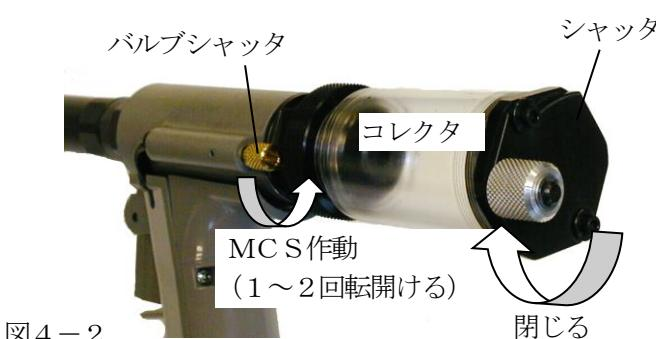

図4-2
(3) シャッタが閉じているか確認してください。開いている場合はシャッタを右に回して、閉じてください。(図4-2)
(4) バルブシャッタを左に1~2回転回して開き、MCSを作動させてください。(図4-2)